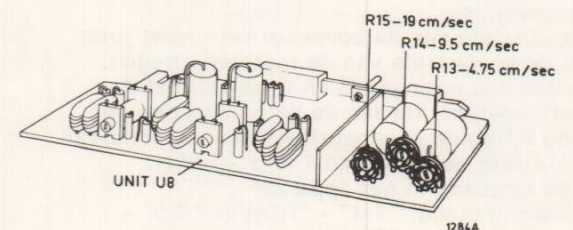

Fig. 14
- De afstand tussen impuls kop K4 (133) en de magneetring op poelie 131 moet precies 0,1 mm zijn. Instellen door schroeven 17 los te draaien, de kop op de juiste afstand in te stellen en de schroeven weer vast te draaien. Borgen met lak.
- Instellen van de bandsnelheid geschiedt door verdraaien van één van de instelpotentiometers op unit U8 (zie onderstaande tabel en Fig. 14).